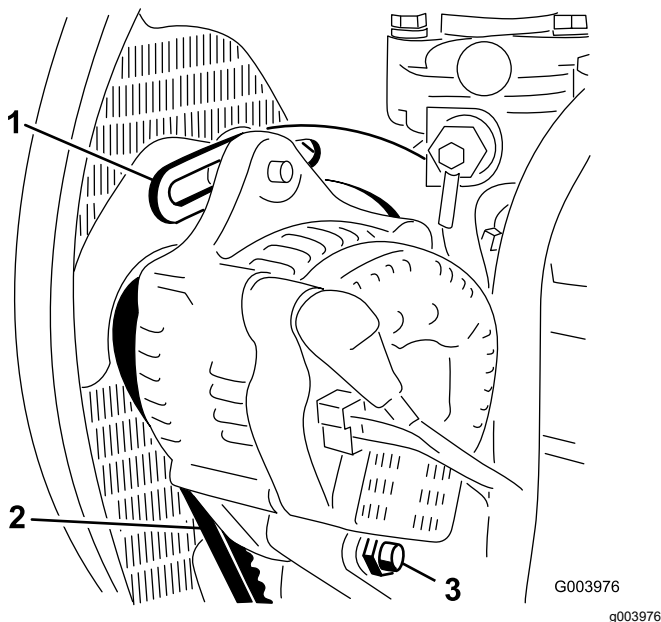

Рисунок 56
2. Проверьте натяжение ремня генератора, надавив на него (Рисунок 56) посередине между шкивами генератора и коленчатого вала с усилием 10 кг.
4. Ослабьте болт крепления скобы к двигателю (Рисунок 56), болт крепления генератора к скобе и болт оси поворота.